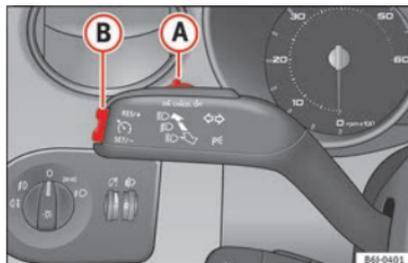

Fig. 148 Levier des clignotants et des feux de route : commande et touche basculante pour régulateur de vitesse.
inférieure de la commande à bascule SET » fig. 148 (B).
- Appuyez sur la partie supérieure de la touche basculante RES » fig. 148 (B) pour augmenter la vitesse. Tant que vous maintenez enfoncée la commande à bascule, le véhicule accélère. Lorsque vous lâchez la commande à bascule, la nouvelle vitesse est mémorisée.
- Appuyez sur la partie inférieure de la commande à bascule SET- » fig. 148 (B) pour réduire la vitesse. Le véhicule réduira la vitesse en décélérant automatiquement tant que la touche est enfoncée. Lorsque vous lâchez la commande à bascule, la nouvelle vitesse est mémorisée.
Si vous diminuez la vitesse mémorisée en appuyant sur la pédale de frein, le régulateur se désactive. Vous pouvez réactiver le régulateur en appuyant une seule fois sur la partie supérieure **RES+** de la commande à bascule » fig. 148 (B).